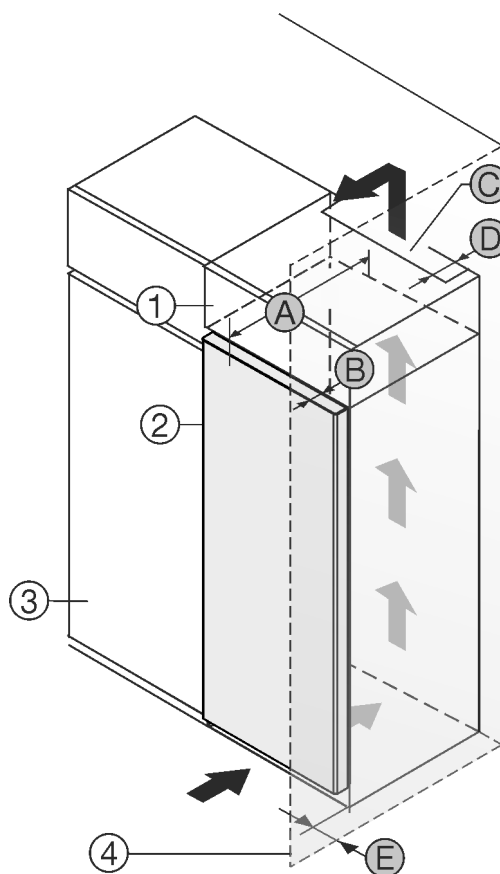

Fig. 1
- (1) Opbouwkast \*
- (2) Apparaat \*
- (3) Keukenkast \*
- (4) Wand \*
- (A) Diepte apparaat \*
- (B) Diepte deur \*
- (C) Ventilatie doorsnede \*
- (D) Afstand achterzijde apparaat \*
- (E) Afstand tot apparaatzijde \*
U kunt het apparaat direct naast de keukenkast Fig. 1 (3) opstellen.\*
Aan de achterzijde van de opzetkast moet een luchtafvoer kanaal met de diepte Fig. 1 (D) over de volledige breedte van de opzetkast aanwezig zijn.\*
Onder het plafond moet de ventilatie doorsnede Fig. 1 (C) worden aangehouden.\*
Als u het apparaat met de scharnieren naast een wand Fig. 1 (4) plaatst, moet de afstand tussen het apparaat en de wand minimaal 13 mm bedragen.\*
Om de deuren volledig te kunnen openen, moet het apparaat overeenkomstig de deurdiepte Fig. 1 (B) ten opzichte van het keukenkastfront uitsteken. Afhankelijk van de diepte van de keukenkasten Fig. 1 (3) en het gebruik van de wandafstandshouders kan het apparaat verder uitsteken.\*